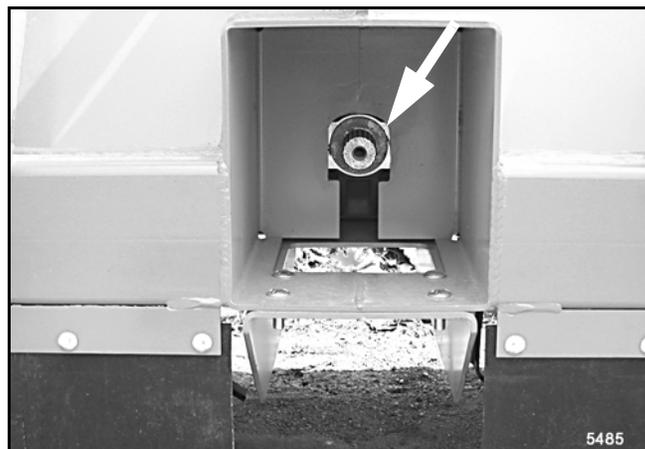

Figura 43. Eixo da entrada da caixa de engrenagens
1. Instale a transmissão da TDP deslizando o garfo com a embreagem deslizante sobre o eixo da entrada (Figura 43).